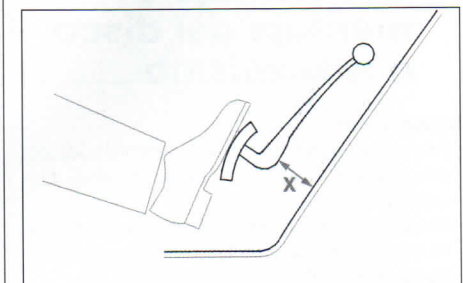

FIG. 7
- Comprobar que el inicio de arrastre del embrague se produce con una distancia X superior o igual a 35 mm (fig. 7).